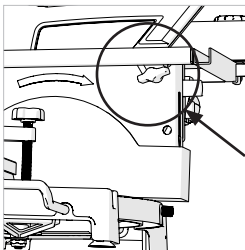

Fig. 4
- Feststellschraube für die Höheneinstellung des Sägertischs lockern (**Abb. 4**)